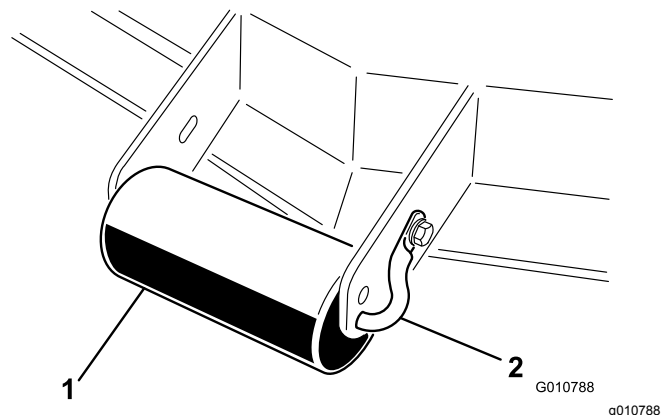

図 11
1. ローラのシャフトをデッキのブラケットに固定しているキャップスクリューとナットを取り外す 図 11。